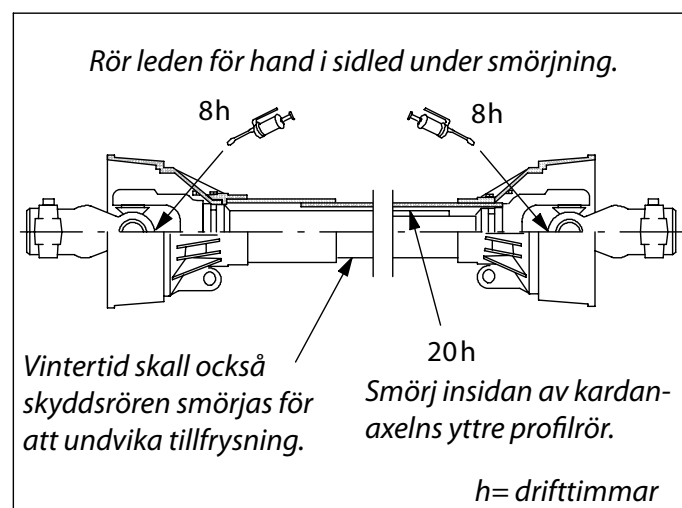

Bild 9. Kardanaxelns smörjpunkter och intervaller
- Smörj kardanaxeln före idrifttagningen och därefter regelmässigt enligt bild 9.